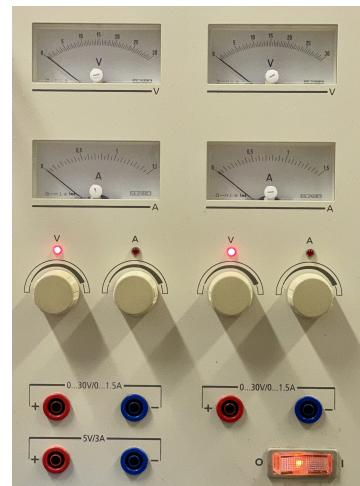

Abb. 2.1: Netzteil
**Durchführung** Zu beginn befinden sich keine Kabel am Netzteil und es wird eingeschaltet (Abb. 2.1). Nach dem Einschalten kann die Spannung eingestellt werden. Links sind 8V und rechts 5V einzustellen (Abb 2.2). Um die Stromstärke einzustellen, müssen jeweils beide Buchsen der Netzteile kurzgeschlossen werden. Links werden 1A und rechts 50mA eingestellt (Abb. 2.3).